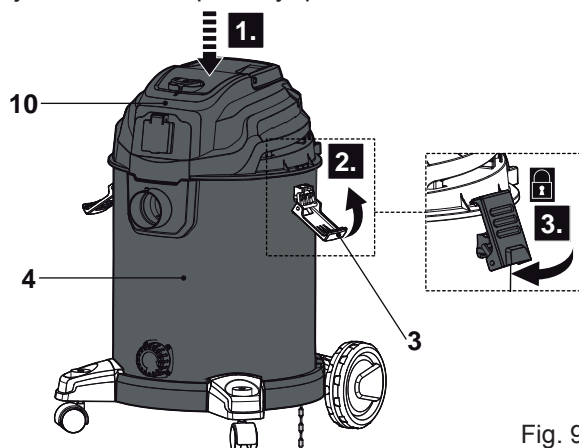

Fig. 9
- > Coloque la unidad del motor (10) con el filtro de cartuchos (23) en el depósito (4) y fijela con las abrazaderas de plástico (3) (Fig. 9). Compruebe que la unidad del motor encaja bien en el depósito y que la conexión esté bien sellada.